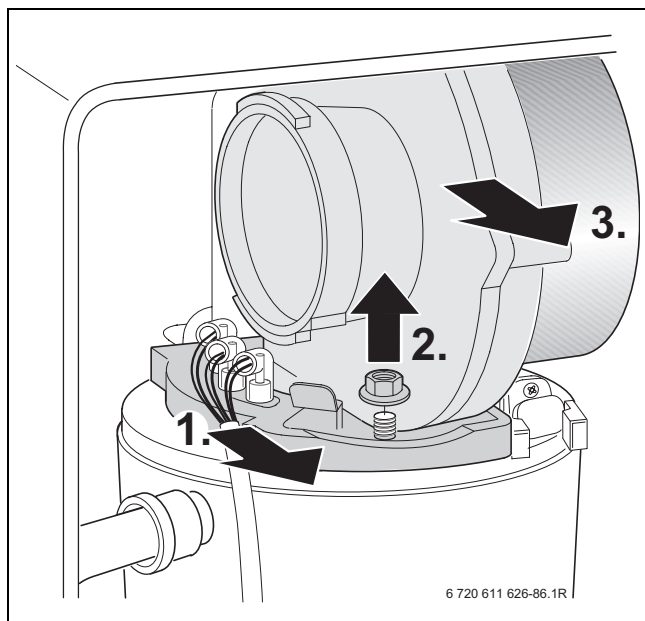

Fig. 43
- ▶ Retirer le câble des électrodes d'allumage et de contrôle, → figure 43.